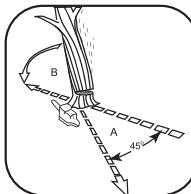

Рис. 8
Внимание! Предварительно наметьте себе путь отхода (A) и расчистите его от возможных препятствий, перед тем как приступить к выполнению срезов. Путь к отходу должен быть в направлении, обратном направлению предполагаемого падения дерева, как это показано на (Рис. 8).